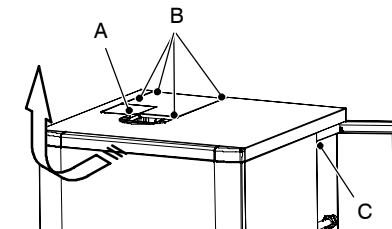

fig. 9.1
- 1 Togliere il riparo "A" le viti "B" e la vite "C". Rimuovere il cielo tirandolo frontalmente e spostandolo verso l'alto in modo da liberarlo dai ganci fig. 9.1